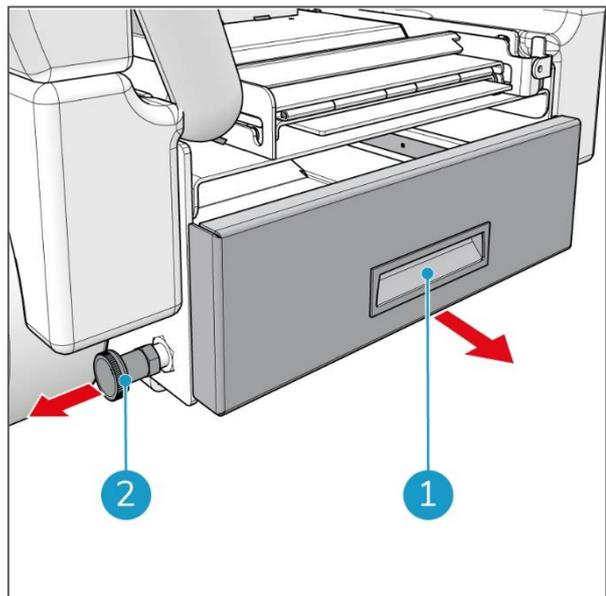

Figure 58
2. Retirez la goupille de verrouillage située sur le côté gauche (Figure 58, pos. 2) du tiroir à batteries.
3. Tirez le tiroir à batteries à l'aide de la poignée noire (Figure 58, pos. 1), jusqu'à ce qu'il s'enclenche.
7. Retirez la goupille de verrouillage située sur le côté gauche (Figure 58, pos. 2) du tiroir à batteries.
8. Poussez le tiroir à batteries dans l'i- drive® à l'aide de la poignée noire (Figure 58, pos. 1) jusqu'à ce qu'il s'enclenche.